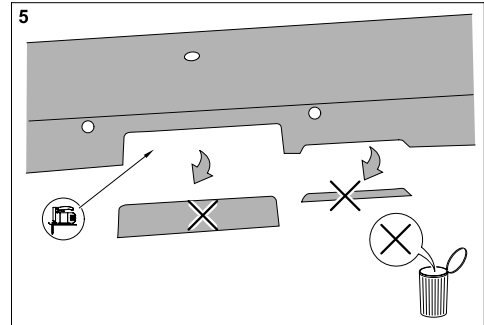

Bild 5: Stoßfängerträger mit Ausschnitt und Fase
- 14.) Stoßfängerträger im Bereich der Kugelstange entsprechend der Markierung ausschneiden. An Unterkante des Stoßfängerträgers im Bereich der Steckdose Fase 4x45° auf einer Länge von 80mm anbringen (gegenüber der Markierung links auf der Oberseite des Stoßfängerträgers); siehe Bild 5.